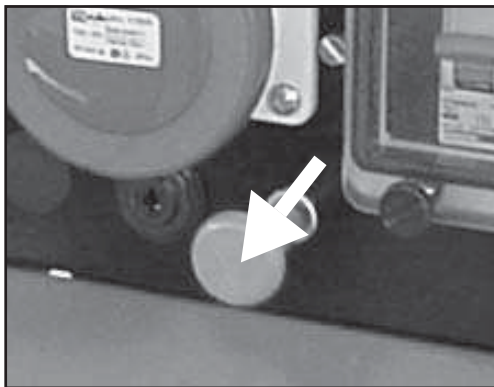

Fig. 8
3) Version Motor Ruggerini: dra i kontrollen som sitter på kontrollpanelen (se fig. 8); vänta tills motorn är helt avstängd; vrid nyckeln till läge "OFF".